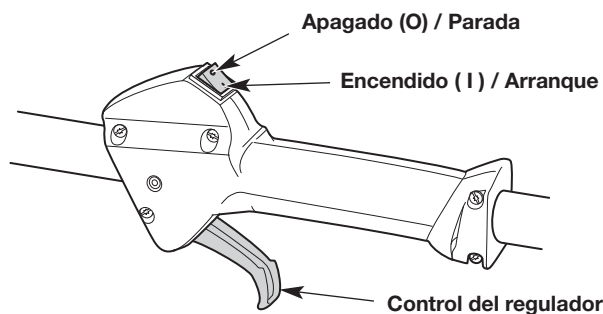

Fig. 6
NOTA: No hay necesidad de encender la unidad. El interruptor de Encendido/Apagado debe estar en la posición ENCENDIDO (1) en todo momento (Fig. 6).
6. Apriete el control del regulador (Fig. 6) y tire de la cuerda **5 veces** con movimiento regulado y firme (Fig. 8).
2. Oprima y no suelte el interruptor de control de Encendido y Apagado en la posición APAGADO (0) hasta que el motor se detenga por completo (Fig. 6).
NOTA: No hay necesidad de encender la unidad. El interruptor de Encendido/Apagado debe estar en la posición ENCENDIDO (I) en todo momento (Fig. 6).
7. Apriete y mantenga oprimido el control del acelerador (Fig. 6). Ponga en marcha el accesorio de arranque eléctrico durante 2 segundos.
2. Oprima y no suelte el interruptor de control de Encendido y Apagado en la posición APAGADO (O) hasta que el motor se detenga por completo (Fig. 6).